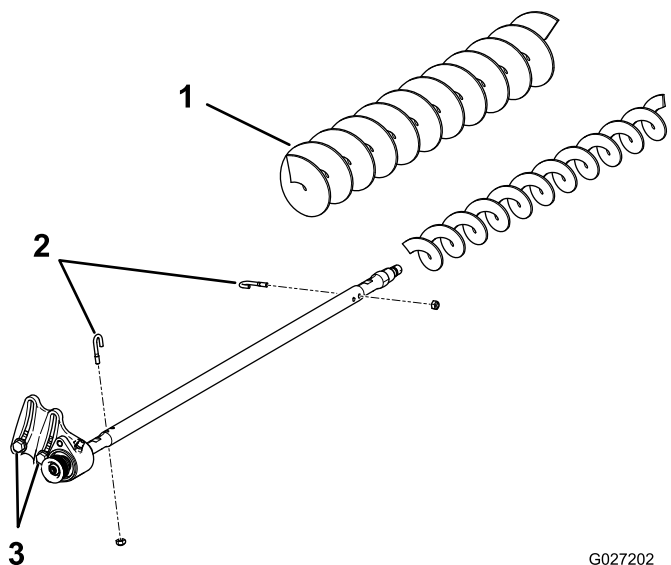

Bild 21
3. Entfernen Sie die zwei J-Schrauben und Muttern (Bild 21).
4. Schieben Sie die vorhandene Bürste von der Bürstenwelle (Bild 21).
5. Lösen Sie die zwei Schrauben, Scheiben und Muttern, mit denen das Antriebslagergehäuse an der Befestigungshalterung des Lagergehäuses befestigt ist (Bild 21).
6. Schieben Sie die Bürste für hohe Schnitthöhe auf die Bürstenwelle (Bild 21).
7. Klemmen Sie die Bürste mit zwei J-Schrauben und Muttern, die Sie vorher entfernt haben, auf die Welle (Bild 21).